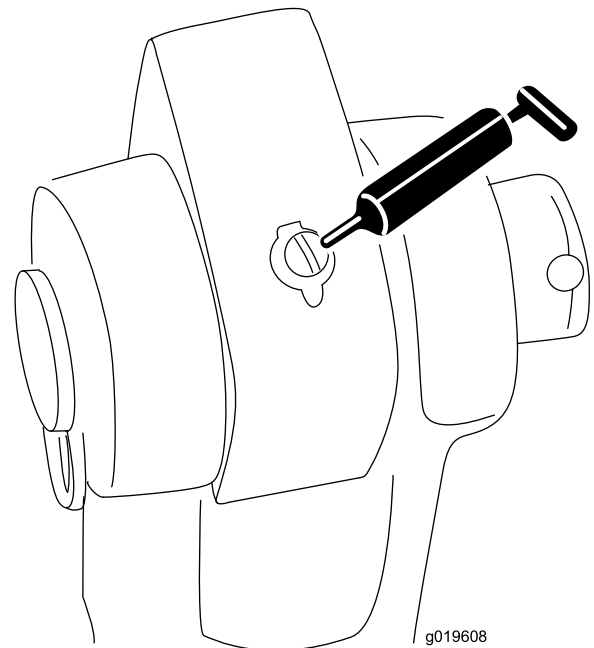

Figure 20
- Pivots de vérin (quantité 2) – Figure 20